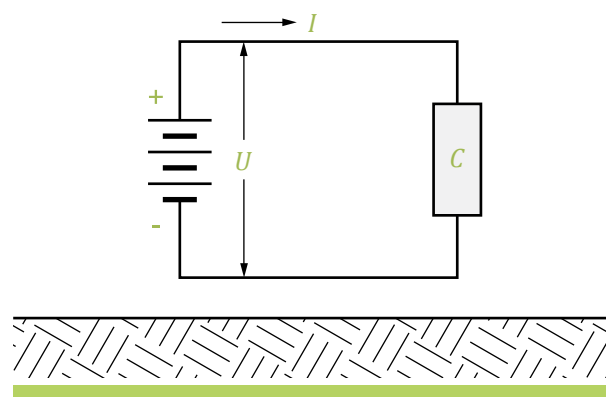

Figura 5
- » Fuente no conectada a tierra: La figura 5 ilustra el caso y se puede apreciar la independencia de la fuente con tierra y, por lo tanto, de la corriente eléctrica  $I$ . Es preciso señalar que para la fuente se puede considerar a esta disposición como  $IT$ , de acuerdo a lo expuesto en la Norma IEC 60.364-1.